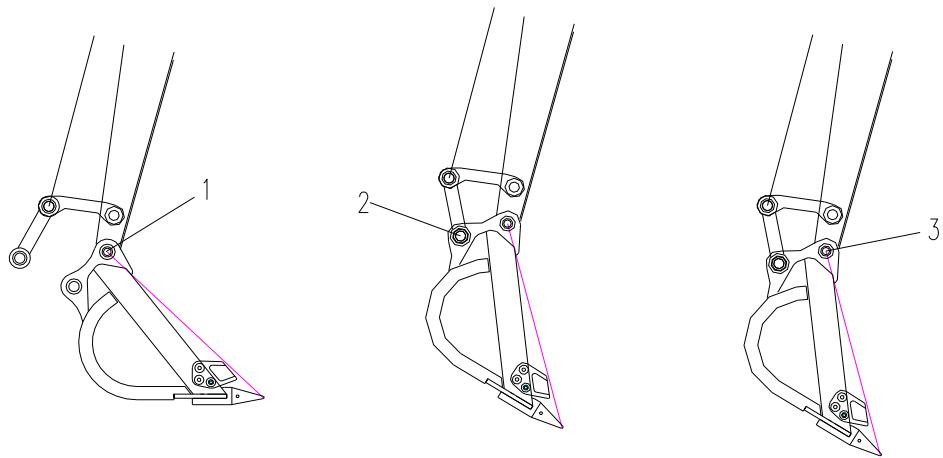

Ilustración 9
Tal y como se muestra en la ilustración 9. Mueva el brazo de manera que el agujero del brazo esté alineado con el del cucharón. A continuación, introduzca una barra de acero ① (diámetro: 300mm).